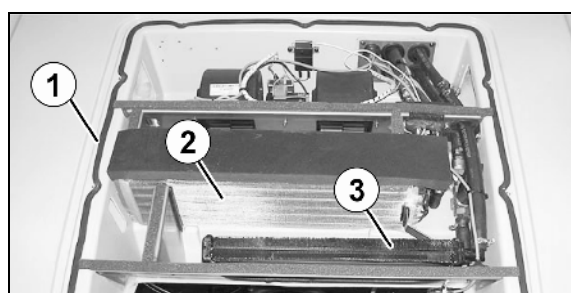

Fig. 171
2. Souffler de l'air comprimé (5 bar max) sur l'évaporateur (Fig. 171/2) et le radiateur d'eau chaude (Fig. 171/3).
3. Remplacer les joints d'étanchéité (Fig. 171/1) endommagés sous le couvercle.